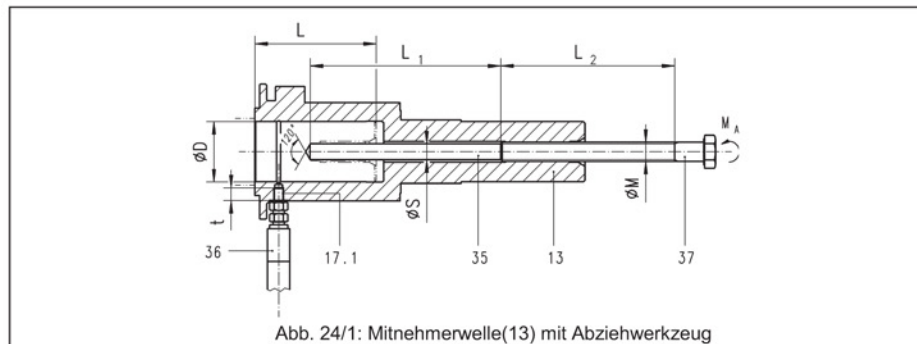

Abb. 24/1: Mitnehmerwelle(13) mit Abziehwerkzeug
Die Demontage der Mitnehmerwelle (13) ist mit größter Sorgfalt und unter Beachtung aller Sicherheitshinweise durchzuführen. Für das Abziehen der Mitnehmerwelle (13) ist ein Druckölverfahren vorgesehen (siehe Abb. 24/1).
1. Erforderlich ist dazu eine Abziehvorrichtung bestehend aus einer Abdrückschraube (37), einem Abdrückstift (35), und ein Ölinjektor bzw. eine Ölpumpe (36). Zunächst ist die Verschlusschraube (17) zu entfernen und der Ölinjektor oder der Anschluss der Ölpumpe (36) in die Ölanschlussbohrung (17.1) einzuschrauben.
2. An der Stirnseite ist dann der Abdrückstift (35) bis zum Anschlag in die Mitnehmerwelle (13) einzustecken und mit der Abdrückschraube (37) leicht vorzuspannen.
4. Anschließend erfolgt die Steigerung des Öldrucks auf max. Öldruck p_{max} . Bei vollem Öldruck kann die Mitnehmerwelle (13) nun durch zügiges und gleichmäßiges Eindrehen der Abdrückschraube (37) von der Motorwelle abgezogen werden. Die tangentiale Drehmomentabstützung sollte dabei über den Vierkant (Größen 13, 19 u. 24) bzw. der Außenverzahnung (Größe 29) der Mitnehmerwelle (13) erfolgen. Die erforderlichen technischen Daten für die Demontage der Mitnehmerwelle (13) sind Tab. 25/1 zu entnehmen.
Legende zur Abb. 24/1: